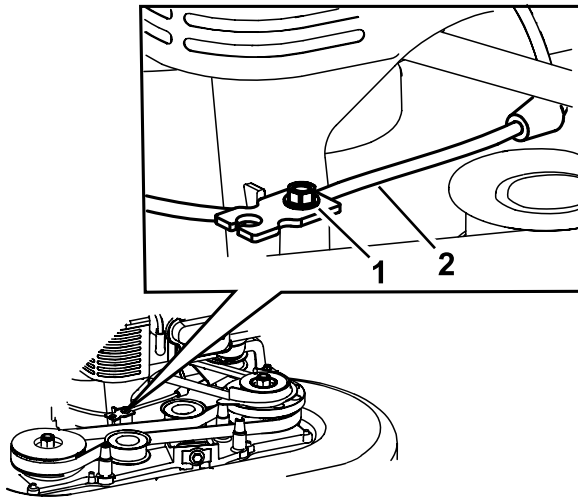

Bild 45
5. Lösen Sie die Schraube an der Seilzugklemme (**Bild 45**).